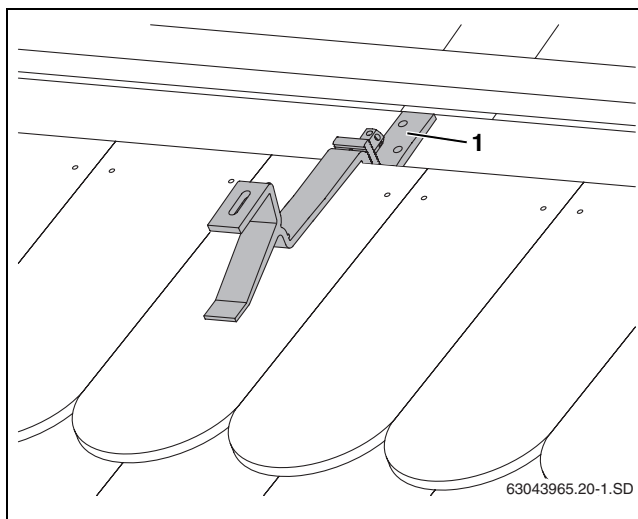

Рис. 17 Установленный кровельный крюк
- ▶ Нижнюю часть кровельного крюка сдвиньте вниз настолько, чтобы он прилегал к стропилам или к доске/брусу (рис. 17, [1]).